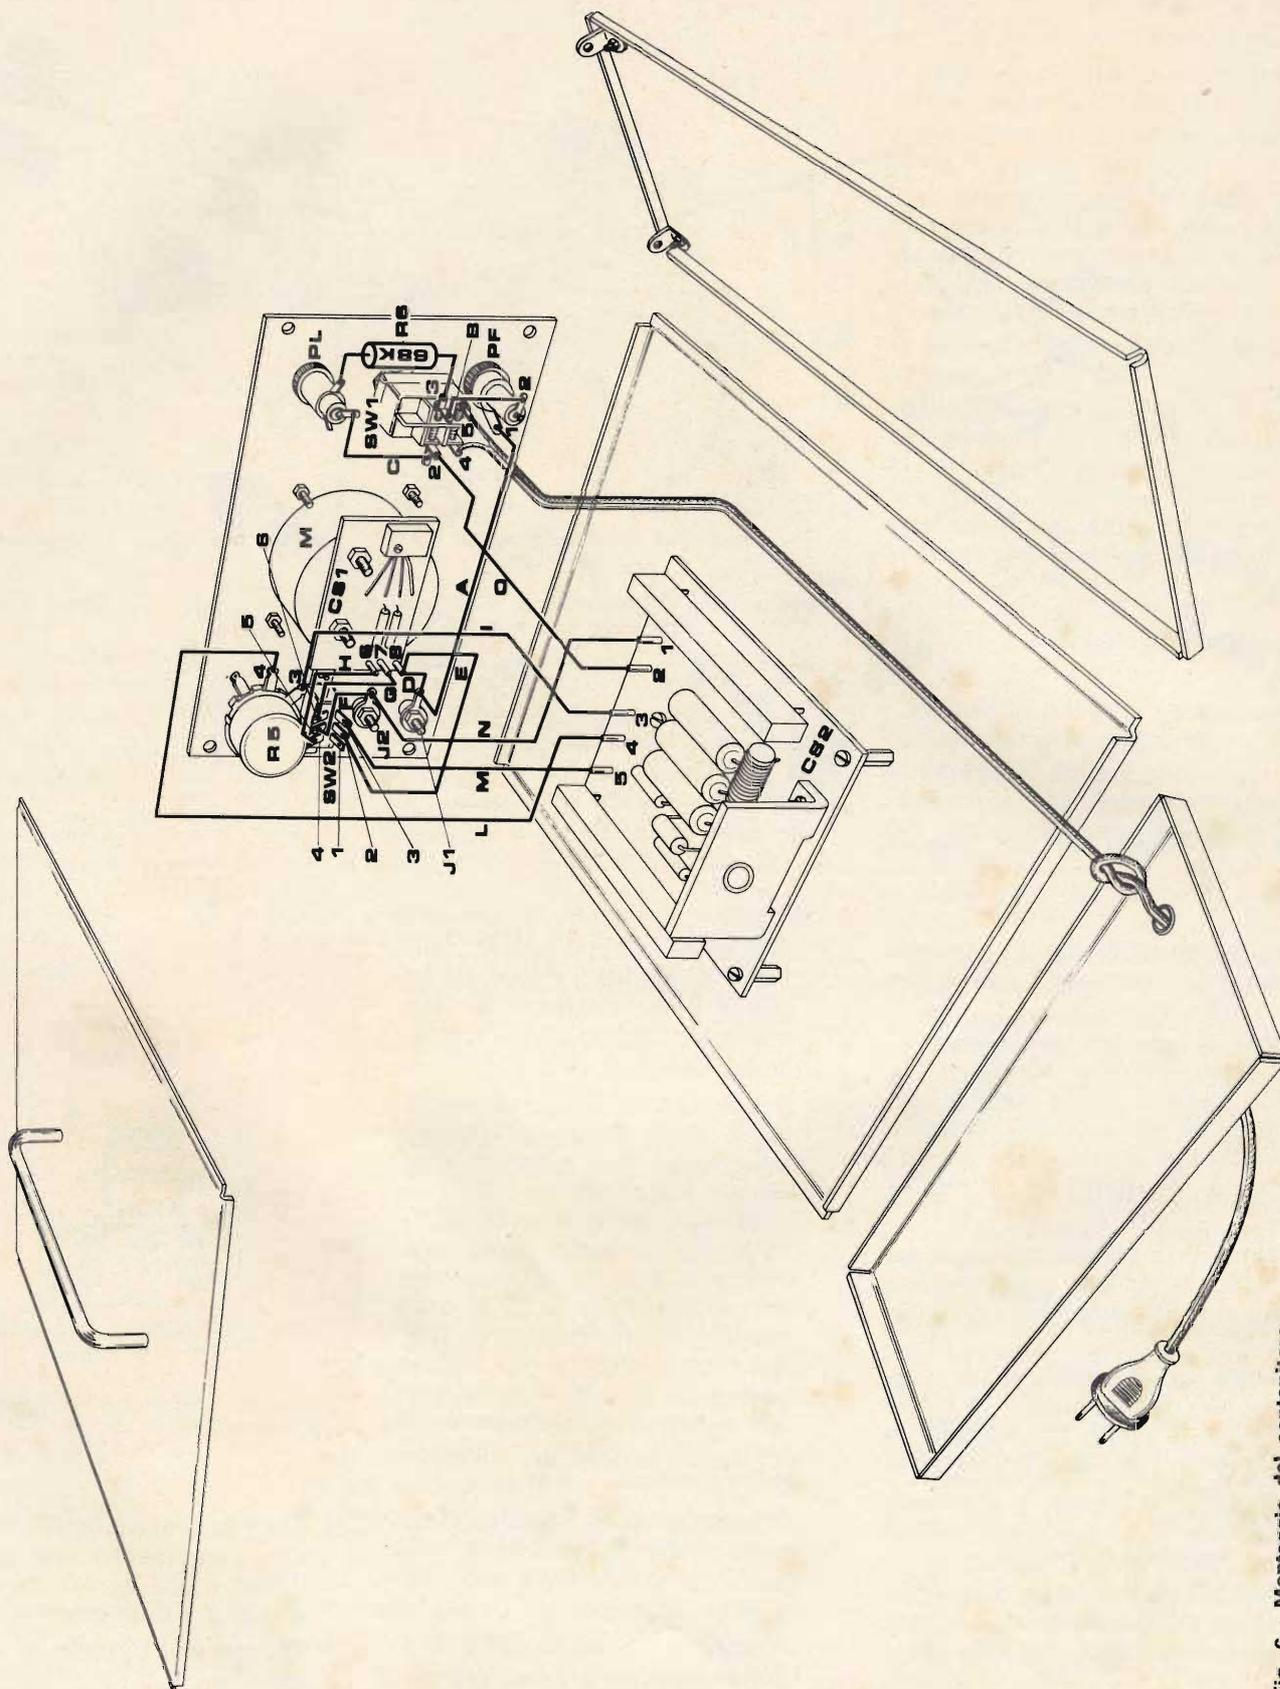

Fig. 6 - Montaggio del contenitore.
- Montare i resistori R3 - R4 inserendone i terminali nei rispettivi fori in modo che la loro battuta di arresto aderisca alla bachelite; il corpo dei resistori rimane così distanziato dal piano di circa 8 mm - saldare e tagliare i terminali che superano di 2 mm il piano del rame - Montare i tre distanziatori esagonali fissandoli con viti del \varnothing 3 x 8 mm. Interporre fra ognuno di essi e il CS due rondelle isolanti fig. 6.
sione SW1 dopo aver fissato ad esso i 6 terminali, vedi fig. 6.
IV Fase - Montaggio del contenitore fig. 6